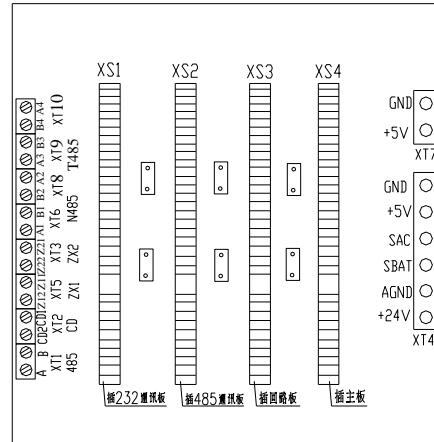

图 3-8 DH9000 监控设备主机母板结构
**1、壁挂式 DH9000 电气火灾监控设备主机母板结构见图 3-8。**